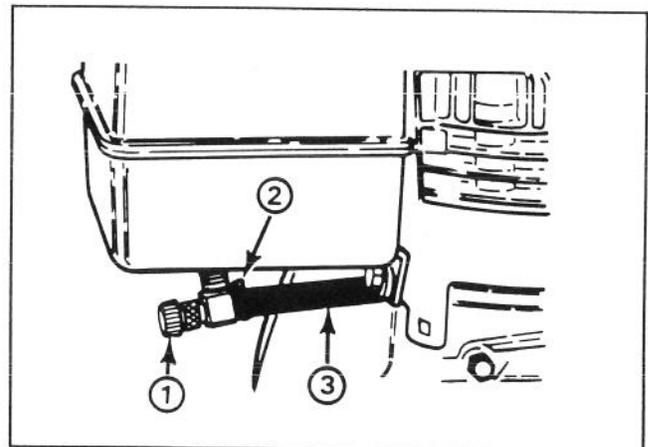

Figure 24
1. Fermez la valve d'arrêt de l'essence situé sous le réservoir d'essence (fig. 24).
3. Desserrez les colliers de serrage fixant le tuyau de carburant à la valve et faites glisser ce tuyau pour le dégager de la valve (fig. 24).